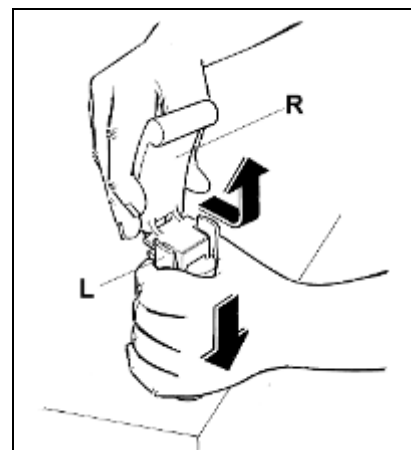

Fig. 3
- **S**comporre il rubinetto in tutti i suoi componenti tenendo premuto verso il basso il corpo e sfilando la leva dalla propria sede (fig.3).